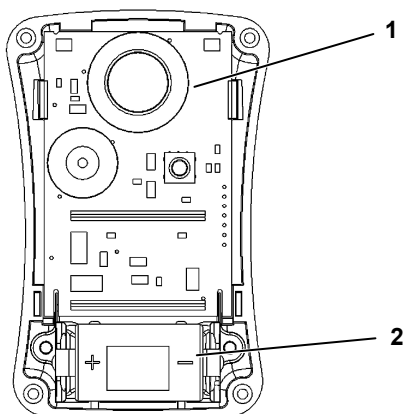

Рис. 9 Замена батареи и датчика
- (1) Отвинтите 4 винта, соединяющие две половинки корпуса.
- (2) Для доступа к датчику (в верхней части прибора, возле сигнальных светодиодов → Рис. 9) аккуратно снимите переднюю крышку прибора.
- (3) Извлеките датчик из гнезда.